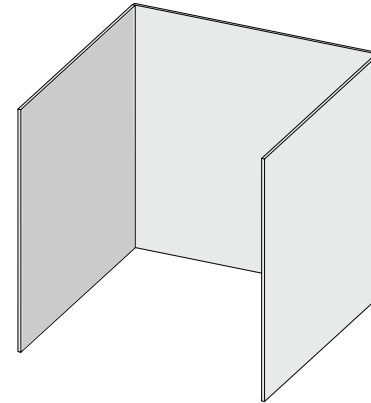

Fig. 1
- Un appareil est considéré comme étant à l'extérieur s'il est installé avec un abri ne comportant pas plus de trois côtés fermés, mais sans couverture au-dessus. (Fig. 1)